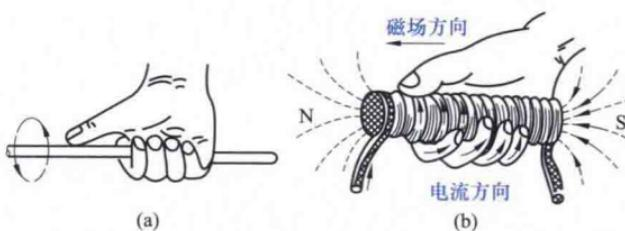

图 1-8 右手螺旋定则
(17) 右手螺旋定则——当电流通过导体时，导体的周围会产生磁场。磁场的方向由右手螺旋定则确定，即对于直导线，可用右手握住导线，使拇指指向电流方向，则其余四指所指的方向即为磁场（磁力线）的方向；对于螺旋线圈，可用右手握住导线，使四指指向电流的方向，则拇指所指的方向即为磁场（磁力线）的方向。右手螺旋定则如图 1-8 所示。